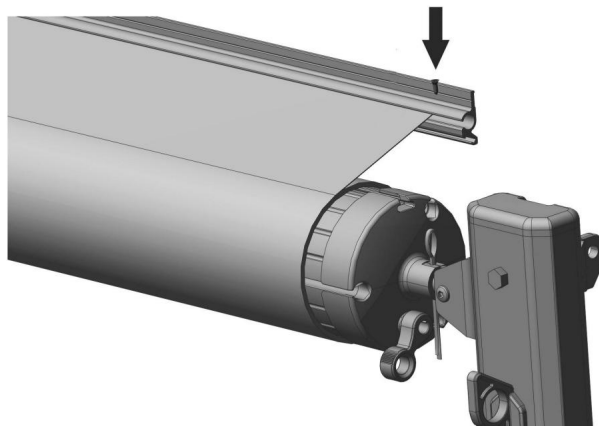

Abbildung C18
3.8 Öffnen und schließen Sie die Markise 2-3 Mal, damit sich Markisenstoff und -mechanismus natürlich an ihre Position anpassen können. (Siehe Verwendungsmethode). Überprüfen Sie, ob alle Schrauben fest sind und die Markise normal verwendet werden kann. Ziehen Sie dann Schraube B auf beiden Seiten fest, um zu verhindern, dass sich der Stoff bewegt. (Abbildung C18)